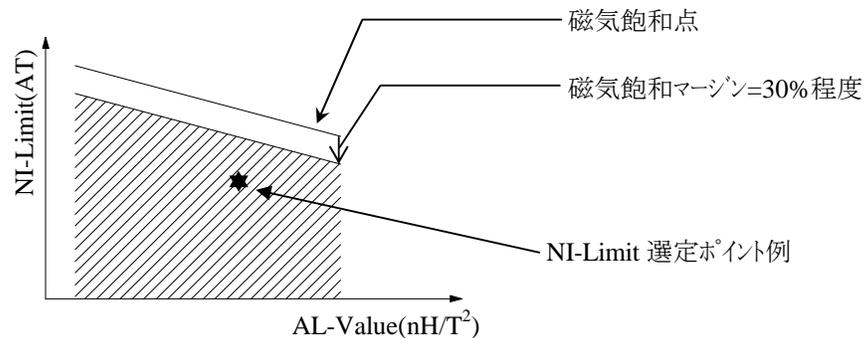

図 8-1 コアの NI-Limit vs. AL-Value 特性例
トランスフェライトコアの AL-Value 値は、一次巻線  $N_P$  とドレイン電流  $I_{DP}$  から求まる NI-Limit (AT) の値を考慮し、磁気飽和を生じない AL-Value 値を選定します。算出された NI-Limit 値 ( $= I_{LPK}' \times N_P$ ) は、常に図 8-1 の NI-Limit vs. AL-Value 特性曲線内 (斜線) にあることが必要です。また、NI-Limit vs. AL-Value の関係を満足するフェライトコアを選ぶときは、温度などのバラツキに対する設計マージンを考慮して、算出した NI-Limit 値がコアデータ上 NI-Limit に対して、30%程度低くなるように設定することを推奨します。